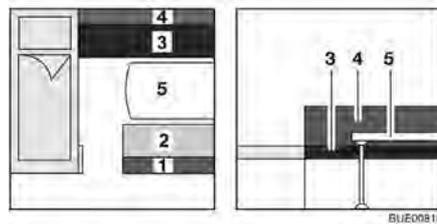

Fig. 92 Avant la transformation
- Convertir la table (Fig. 92,5) en sommier de lit (voir paragraphe 6.11).
- Enlever les coussins de dossier (Fig. 92,1 et 4) et les coussins d'assise (Fig. 92,2 et 3).